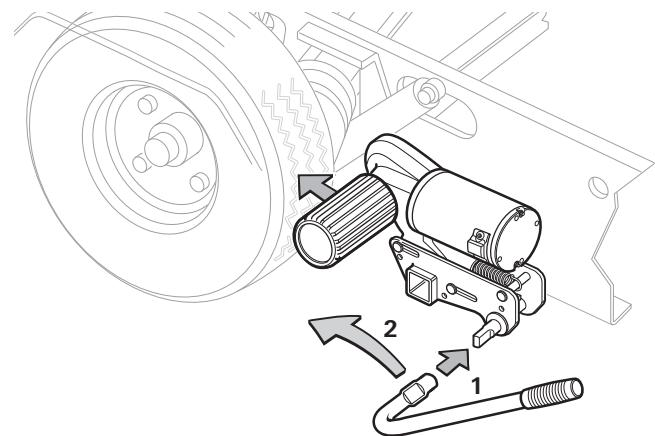
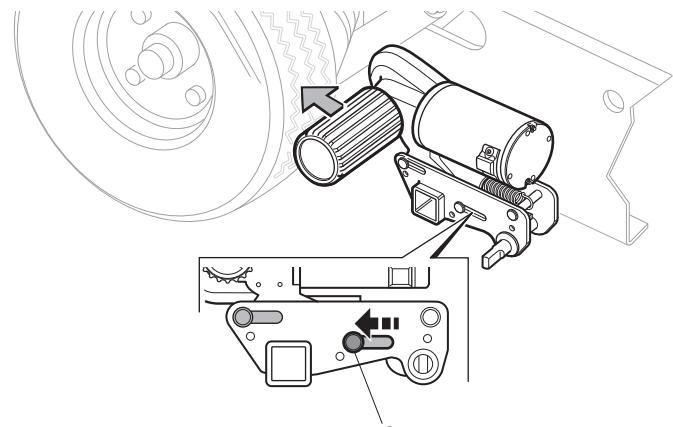

Bild 4
Bild 5
- Sätt fast manöverarmen på kopplingsaxeln (bild 4 - 1).
- Vrid manöverarmen i pilriktningen (mot fordonshjulet) (bild 4 - 2) tills positionsindikatorn i huset pekar mot "✓" (bild 5 - 1). I slutläget hakar drivenheten fast ordentligt och drivhjulen trycks in ca 20 mm i däcket. Kontrollera detta på båda sidorna före rangeringen.